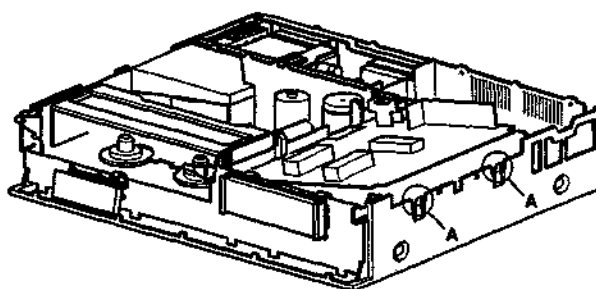

FIG. 2-9
- Die Einschnappkonstruktionen A entriegeln (siehe Bild 2-9).